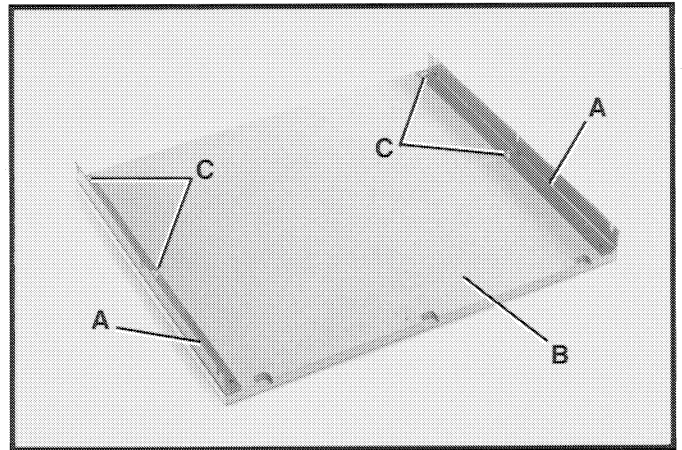

Fig. 28
1. Afiance los dos soportes de mesa (A) Fig. 28 al fondo de la tabla de la mesa (B) según se ilustra aquí, utilizando los cuatro tornillos hexagonales de cabeza de arandela de 3/4 pulg. de largo (C).